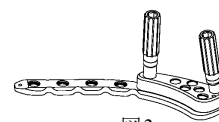

図3
- プレートの遠位部に鎖骨遠位端ガイドブロックを設置し、2.0/2.5 ドリルスリーブ (S) 2 で固定します。（図3）